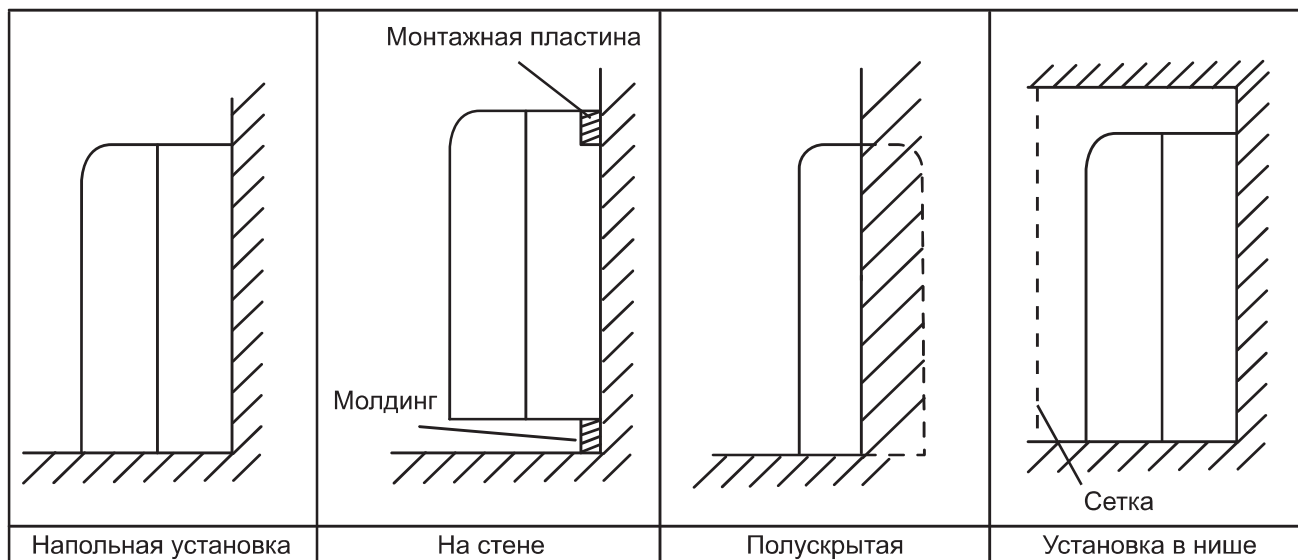

Рис. 11.18
11.6.2. На рис. 11.18 приведены возможные варианты установки консольного внутреннего блока.